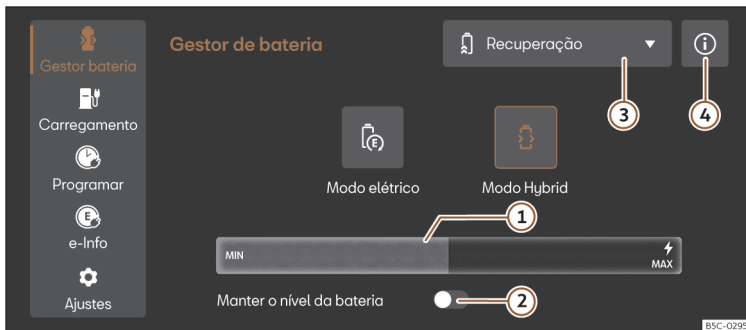

Fig. 116 No sistema de infotainment: menu Gestor da Bateria
- Selecione **Modo elétrico** ou **Modo híbrido** no sistema de infotainment. Encontrará mais informações sobre o modo de funcionamento em ① >>> **Fig. 116** ④.
Legenda da >>> **Fig. 116:**